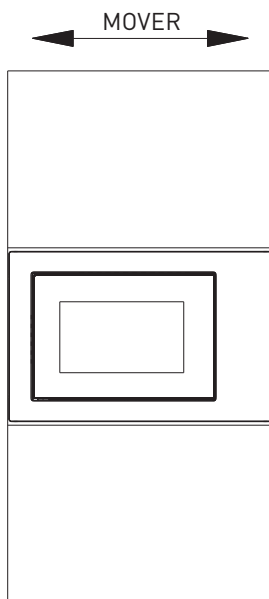

Fig. 3
c) Mueva el producto en paralelo dentro del mueble de cocina según la dirección de la flecha de la imagen, y manténgalo centrado. (Fig.3)